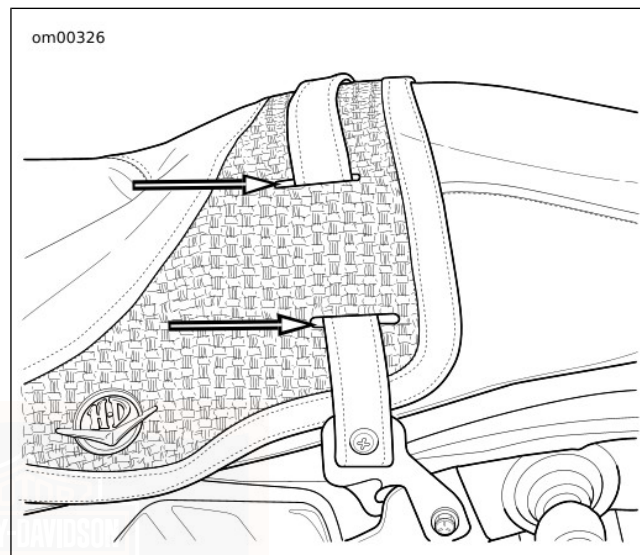

Figure 96. Fentes de sangle : FLHRC
4. **FLHRC** : Voir Figure 96. Tirer la sangle par les fentes de la selle pour la retirer.
4. **FLHRC** : Voir Figure 96. Installer la sangle par les fentes de la selle.